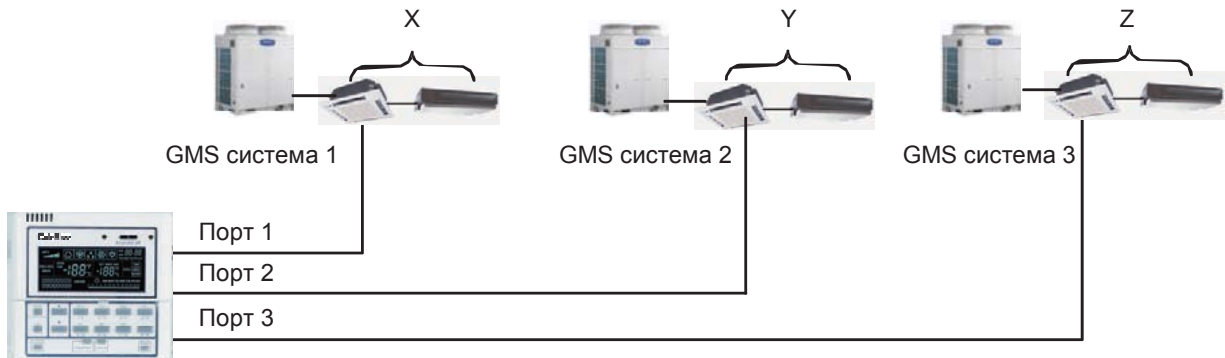

Рис. 7.23
7.5.10 Схема подключения зонального пульта пульт CE50-24/E (Рис. 7.23).